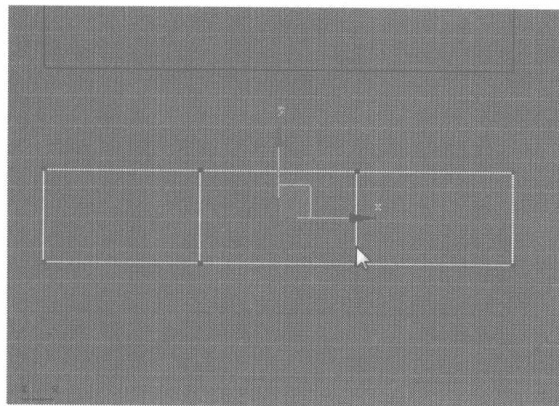
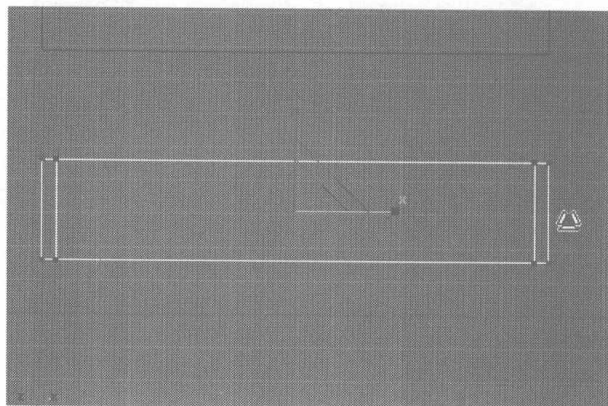

图 6.384
图 6.385
- 19** 切换为节点编辑，在 Top 视图中选择如图 6.384 所示的节点，再用缩放工具将节点进行适当地缩放调整，如图 6.385 所示。